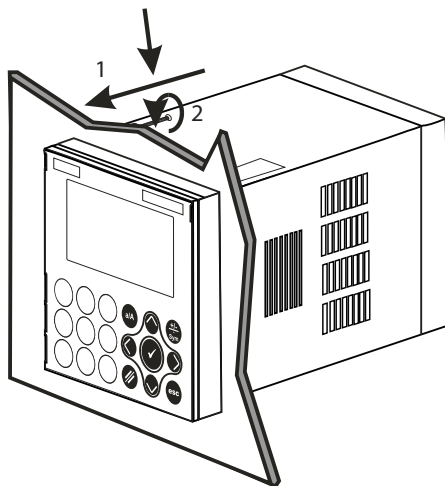

Рисунок 10.3 — установка контроллера EPLC96 в монтажную панель
- 5) Затянуть винты крепежных кронштейнов для крепления контроллера на рабочем месте. (см. Рисунок 10.3);